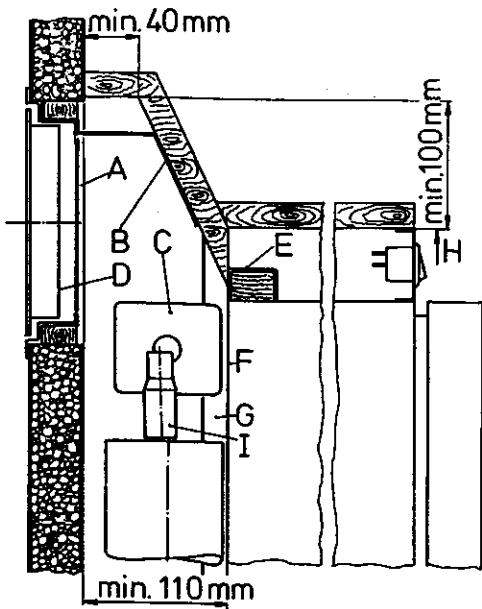
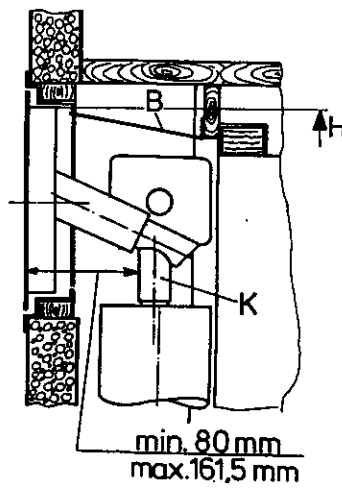

Fig. 7a
Fig. 7b
Het onderste opening moet zo dicht mogelijk bij de nisbodem aangebracht worden, het bovenste opening zo ver mogelijk boven de condensor (C) van het koelaggregaat, doch tenminste als getoond in fig. 7b, of beter nog fig. 7a
Een aluminium plaat (B), fig. 7a/b, boven de uitlaatbuis in het inbouwwak (I) vergemakkelijkt de afvoer van warmte.
Verklaring van de aanduidingen in fig. 7a/b: